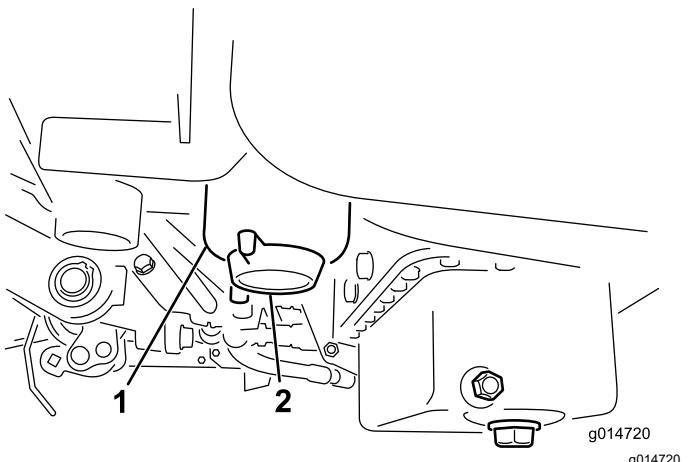

Figura 33
2. Limpie la zona de montaje del cartucho del filtro (Figura 33).
4. Abra el tapón de vaciado del filtro (Figura 33).